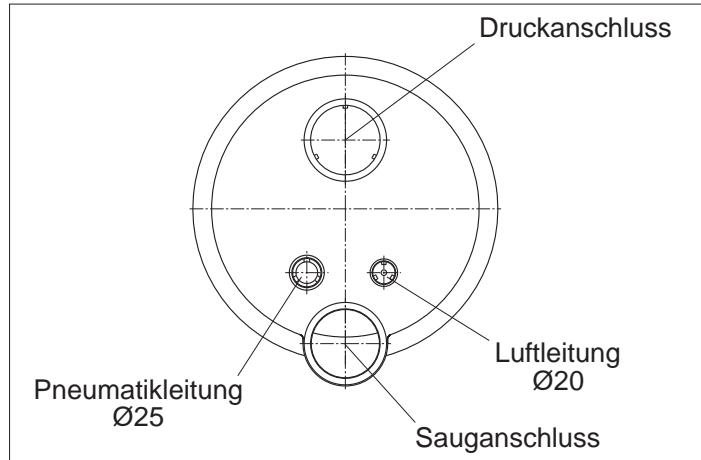

Abb. 9
2. Einkleben des Kabelschutzschlauches und des Luftleitungsschlauches. (Abb. 9)
3. Das Düsengehäuse (102.1) am Einbaugehäuse (1) ansetzen.
4. Pneumatikschläuche und Kabel des Scheinwerfers durch den Schutzschlauch (14) führen und mit Kabelverschraubung (20) abdichten.
5. Luftleitung mit Klemme (8) am werkseitig vormontierten Luftregler (21) befestigen.